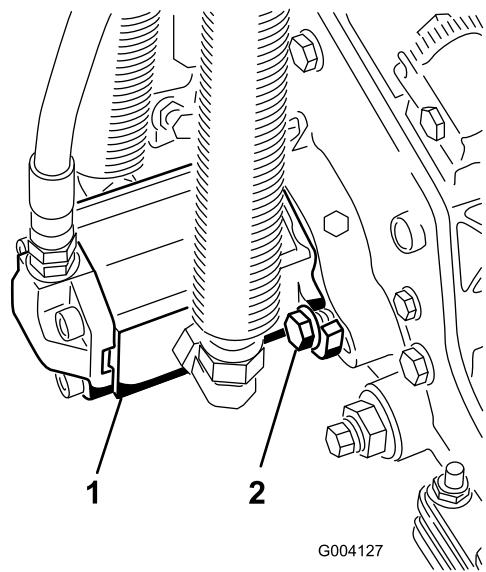

Figura 20
17. Instale el motor girándolo en el sentido de las agujas del reloj de modo que las bridás del motor no choquen con los pernos (Figura 20).